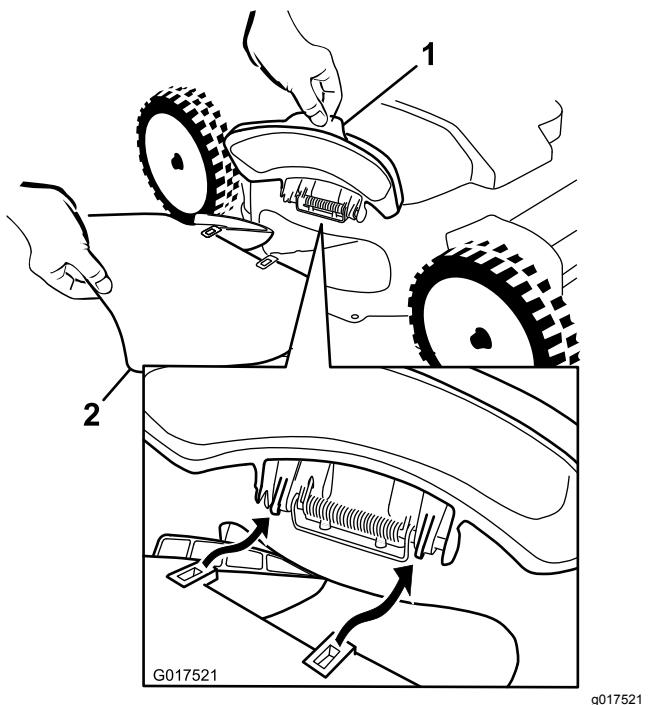
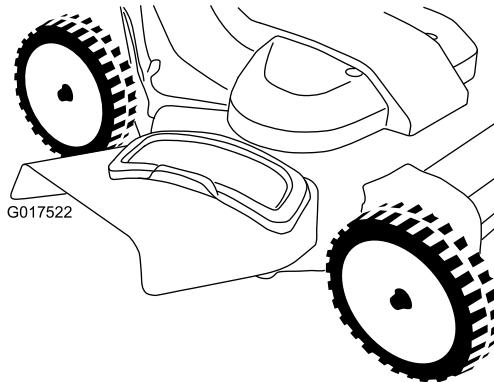

Рисунок 27
Рисунок 28
- Поднимите боковую выпускную дверцу, чтобы открыть ее (Рисунок 27).
- Установите желоб для бокового выброса, как показано на Рисунок 27 и Рисунок 28, и закройте дверцу на желобе.